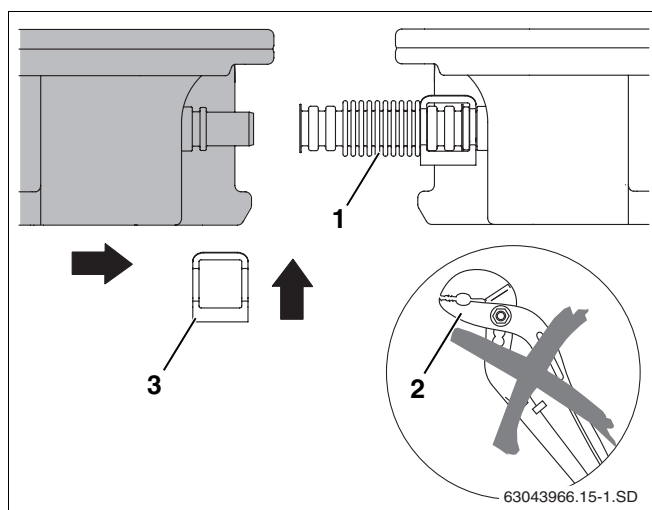

Fig. 46 Deslocar o segundo colector até ao primeiro
- ▶ Não utilize ferramentas auxiliares como, por ex. alicates (fig. 46, **item 2**). Estas podem danificar as ligações de tubo ondulado.
- ▶ Fazer deslizar o segundo colector para o primeiro, de forma a que as ligações dos colectores encaixem nas ligações de tubo ondulado pré-instaladas (fig. 46, **item 1**) do primeiro colector.
- ▶ Introduzir o segundo grampo (fig. 46, **item 3**) sobre a ligação do tubo ondulado e do colector.